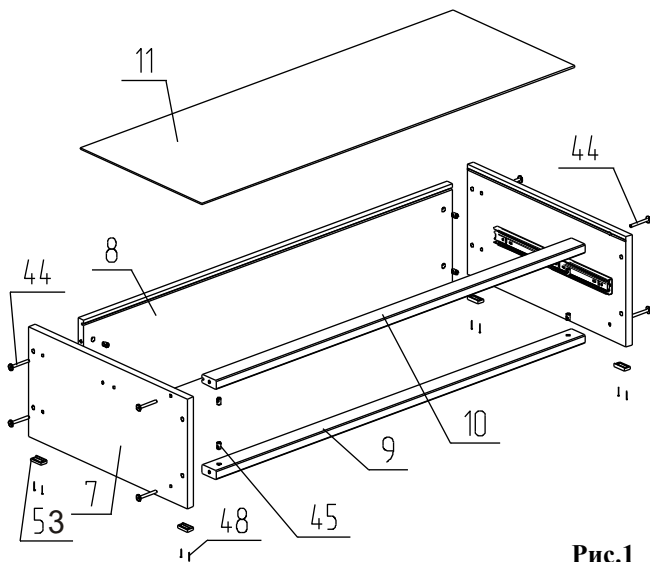

Рис.1
1. Сборка основания (рис. 1). На нижнюю кромку боковины(7) на расстоянии 3 мм от вертикальной кромки установить подпятники(53) и закрепить на гвозди(48). Установить стенку заднюю(8) между боковинами(7), согласно рис.1, и закрепить на стяжку(43). Установить крышку(11) в паз между стенками боковыми(7) и стенкой задней(8). Установить распорки(9) и (10) между боковинами(7), закрепив на стяжку(43). Распорка(10) с пазом устанавливается в верхнее положение.